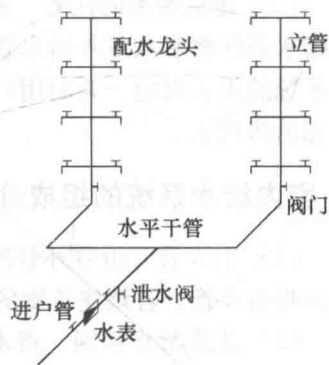

图 1-1 直接给水方式
(1) 直接给水方式 由室外给水管网直接供水如图 1-1 所示,适用于室外给水管网的水量、水压在一天内均能满足用水要求的建筑物。